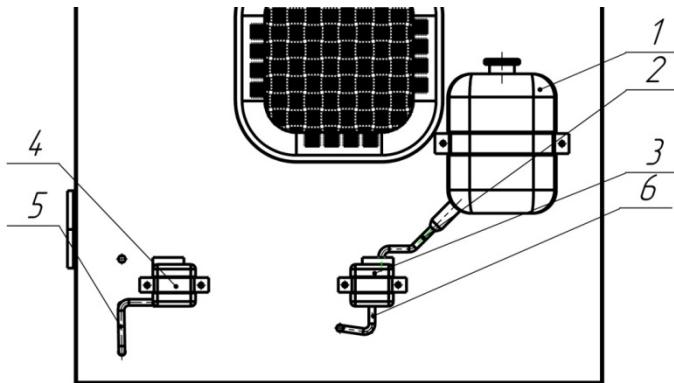

Рис. 1
5.3. Заполните теплой водой основной бачек влажности (поз. 1. Рис. 1) и питатель датчика влажности (поз. 4. Рис. 1).
Работа механизма подачи воды в ёмкость для увлажнения работает по принципу сообщающихся сосудов. Основной бачок полностью герметичен (за счёт разницы атмосферного давления и давления в основном бачке ) при условии что шланг (поз. 2 Рис. 1) находится ниже уровня воды в бачке (поз. 3 Рис. 1). При снижении уровня воды в ёмкости для увлажнения происходит снижение уровня воды в бачке (поз. 3 Рис.1) что приводит к тому что шланг (поз. 2 Рис. 1) оказывается выше уровня воды в бачке и как следствие разгерметизации основного бачка через шланг (поз. 2 Рис. 1) (происходит выравнивание давления в основном бачке с атмосферным) в результате чего происходит долив воды в бачок (поз. 3 Рис. 1). Поэтому несоблюдение последовательности операций при доливке может привести к утечке воды из основного бачка.